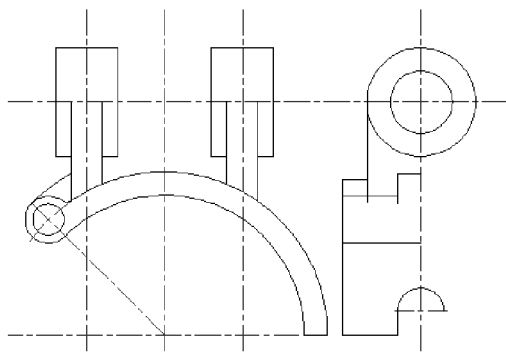

图 5-35 删除轮廓线
(14) 修剪构造线与轮廓线
① 单击【修改】工具栏 | 【删除】按钮, 选择对象为图中所删的两直线, 如图 5-35 所示。